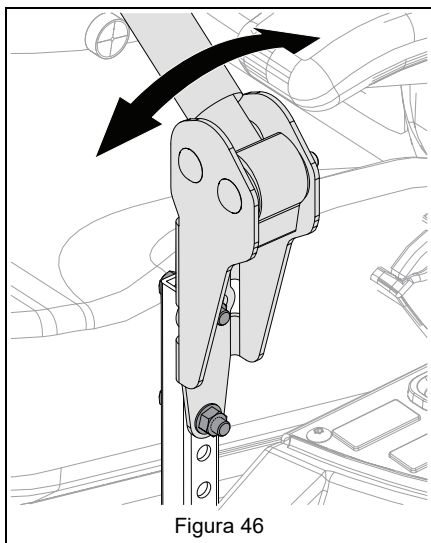

Figura 46
8. Allentare la bulloneria di montaggio, allineare le leve e serrare la bulloneria. Vedere Figura 46.